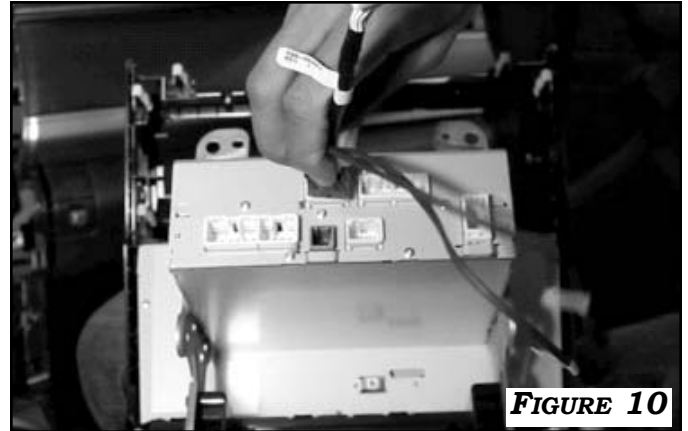

FIGURE 10
1. CONNECT THE **INTERFACE ADAPTER HARNESS** INTO RADIO RECEIVE CONNECTOR HOUSING **R17** AS SHOWN IN **FIGURE 10**. CONNECT VEHICLE WHITE CONNECTOR **R17** INTO MATING CONNECTOR OF THE INTERFACE ADAPTER HARNESS.